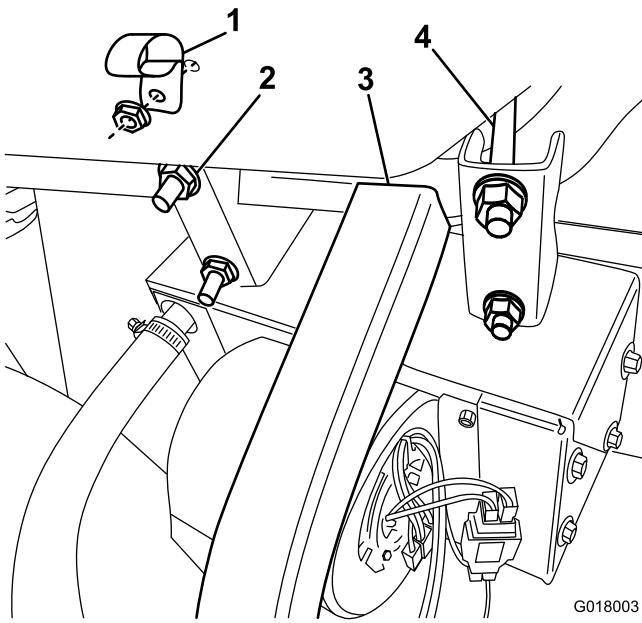

Figura 16
3. Fixe o aquecedor e o conjunto do suporte ao tubo da estrutura da frente, encostado à estrutura em U, utilizando as cavilhas em U quadradas e as porcas flangeadas fornecidas (Figura 16).
4. Fixe o grampo em R ao Porta-luvas com um parafuso de cabeça flangeada e porca (Figura 16).